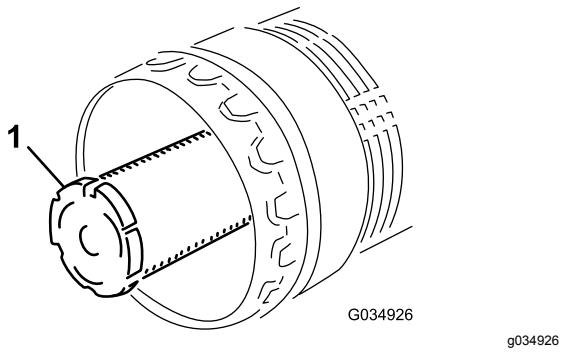

Bild 92
**Hinweis:** Tauschen Sie den sekundären Filter bei jeder dritten Wartung des Hauptluftfilters aus (Bild 92).